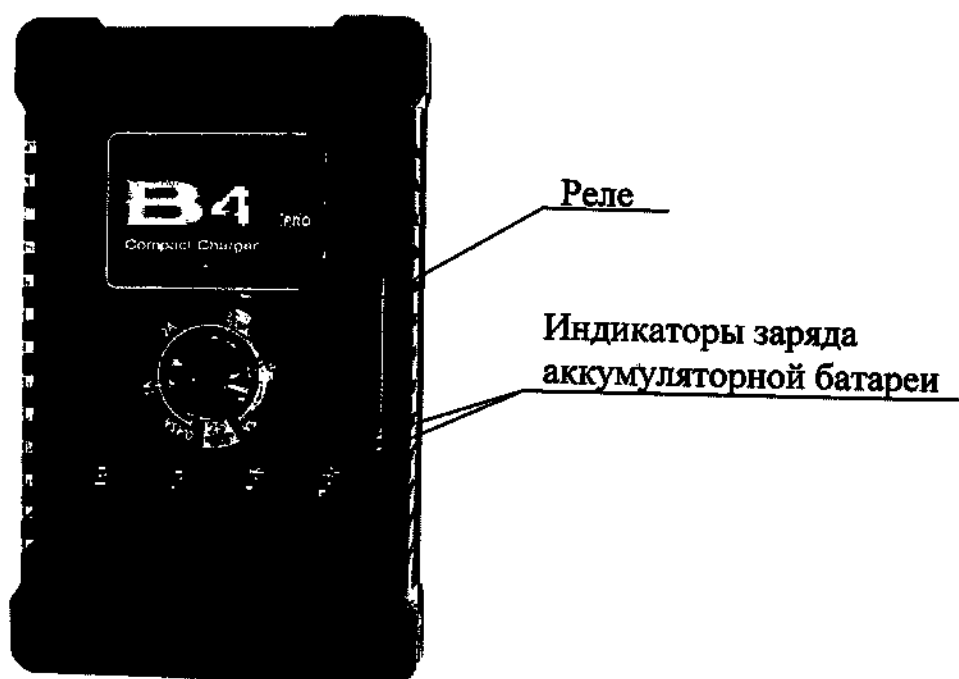

Рисунок 7 – Зарядное устройство
2.7.3.2 Установить реле зарядного устройства в крайне правое положение 4-5 А (Рисунок 7).